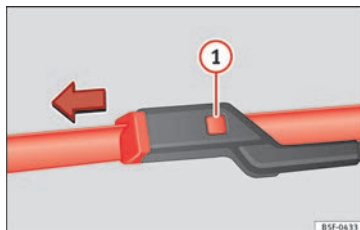

Fig. 205 Cambio de las escobillas del parabrisas.
- Mantenga presionada la tecla de desbloqueo » **fig. 205 ❶** y tire a su vez ligeramente de la escobilla en el sentido que indica la flecha.